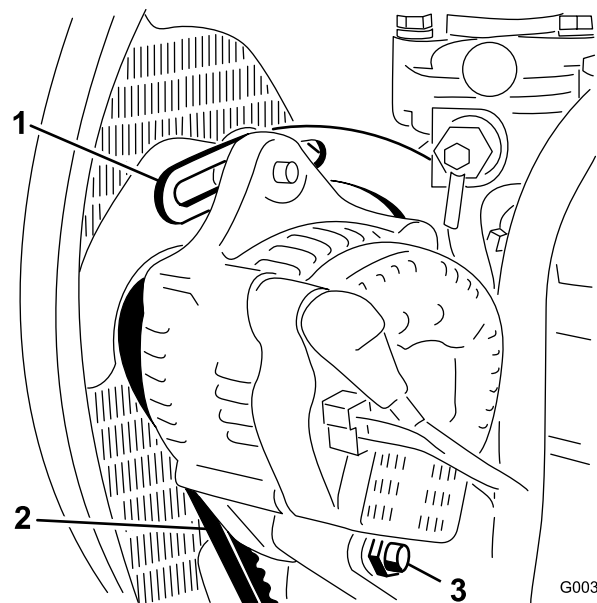

Figura 55
2. Compruebe la tensión de la correa del alternador presionándola (**Figura 55**) en el punto intermedio entre las poleas del alternador y del cigüeñal con una fuerza de 10 kg.
3. Afloje el perno que fija el tirante al motor (**Figura 55**), el perno que fija el alternador al tirante y el perno de pivote.